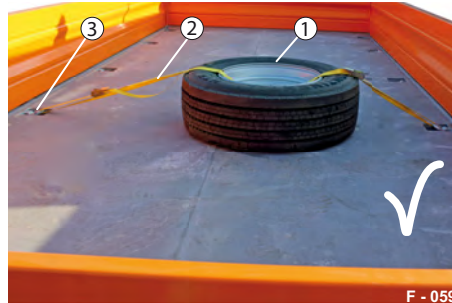

Abb. 85 Reserverad gesichert
- Verzurren Sie das Reserverad (Abb. 85/1) auf der Ladefläche mit geeigneten Zurrmitteln (Abb. 85/2) an den Zurrpunkten (Abb. 85/3).